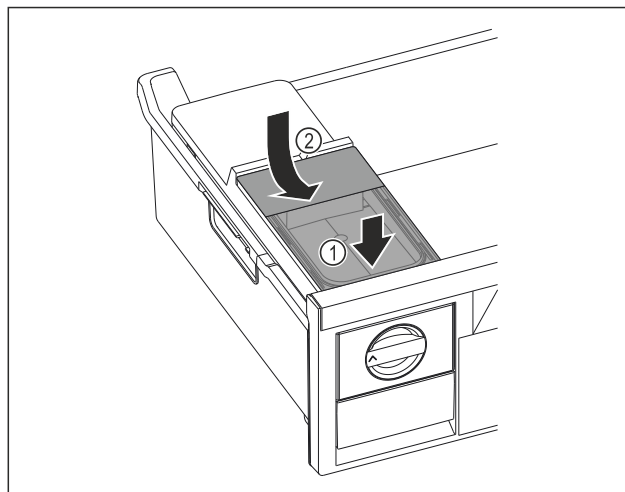

Fig. 104
- Collegare il serbatoio dell'acqua alla parte anteriore. Fig. 104 (1)
- Abbassare il serbatoio dell'acqua posteriore. Fig. 104 (2)